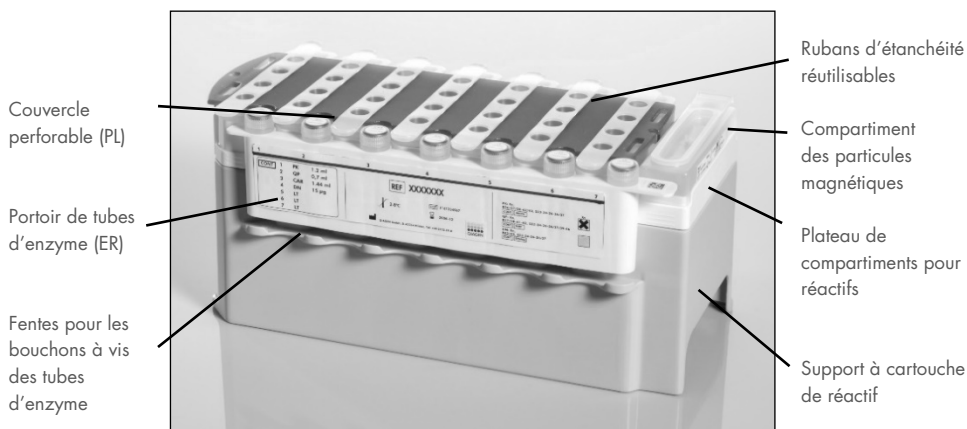

Figure 2. Cartouche de réactif (RC) QIAAsymphony. La cartouche de réactif (RC) contient tous les réactifs nécessaires au cycle.
Les réactifs pour la purification de l'ADN sont contenus dans une cartouche de réactif innovante (RC) (Figure 2, page 20). Chaque compartiment de la cartouche contient un réactif particulier, tel que des particules magnétiques, un tampon de lyse, un tampon de lavage ou un tampon d'éluat. Il est possible de refermer les cartouches de réactif (RC) entamées à l'aide de bandelettes d'étanchéité (RSS) en vue d'une réutilisation ultérieure, ce qui évite de générer des déchets dus à des restes de réactifs à la fin de la purification.
Avant de commencer la procédure, veiller à ce que les particules magnétiques soient complètement remises en suspension. Avant la première utilisation, retirer le compartiment des particules magnétiques du plateau de la cartouche de réactif, mélanger énergiquement au vortex pendant au moins 3 minutes, puis remettre le compartiment en place. Placer la cartouche de réactif (RC) sur le support pour cartouche de réactif. Placer le portoir de tubes d'enzyme (ER) sur le support de la cartouche de réactif. Avant d'utiliser une cartouche de réactif (RC) pour la première fois, placer le couvercle perforable (PL) sur le dessus de la cartouche de réactif (RC) (Figure 2, ci-dessus).
Après avoir retiré le couvercle de la cuvette à particules magnétiques et ouvert les tubes du portoir à enzymes (les capuchons à vis peuvent être rangés dans les fentes prévues à cet effet, voir la Figure 2, ci-dessus), la cartouche de réactif (RC) est ensuite chargée dans le tiroir « Reagents and Consumables » (Réactifs et consommables).